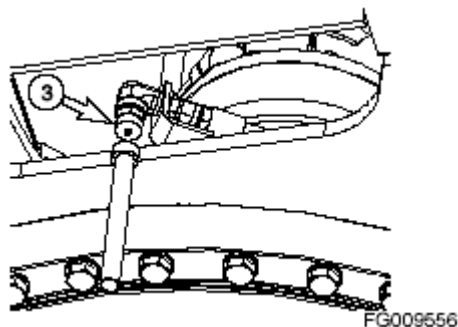

Рисунок 27
5. Если уровень масла превышает отметку «М» - "Н", излишки масла необходимо слить в подходящую тару, открыв крышку для слива масла (рисунок 27), открутив колпачок (3, рисунок 27) сливного клапана и подсоединения к клапану шланга (4).